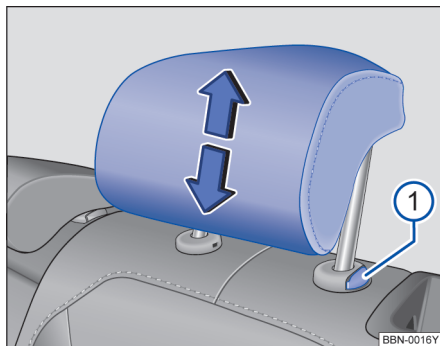

图 60 调整后排头枕
- 按住按钮⇒图 60①，同时沿箭头方向上推或下压头枕即可将头枕调整至合适高度⇒▲。